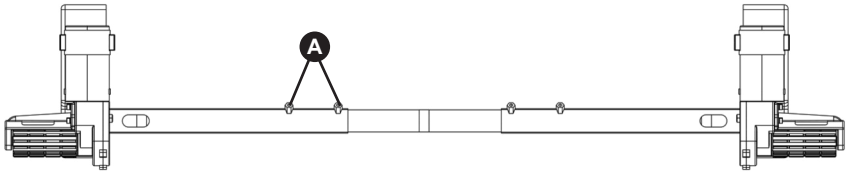
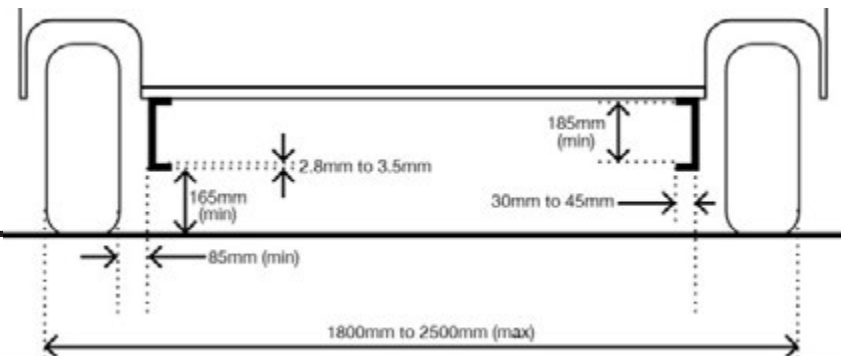
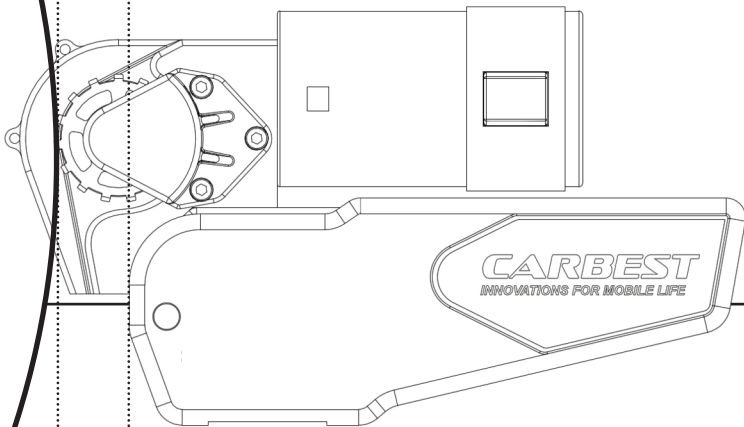

Fig.2
Fig.4
Fig.6
Pak alle onderdelen uit en controleer of alle onderdelen aanwezig zijn (zie Inhoud van de verpakking afb.A). In de installatie-instructies wordt verder verwezen naar de onderdeelnummers in Fig.A. Vóór en tijdens de installatie moet u ervoor zorgen dat de movers in de UITGESCHAKELDE positie blijven (zie Fig.4), omdat de eenheid anders niet correct zal passen.
Schuif het geheel over het chassis totdat de rollen (Fig.2.A) 20 mm van het oppervlak van elke band verwijderd zijn (zie Fig.4), terwijl de hoofdconstructie losjes op het chassis wordt gemonteerd. Twee 20mm afstandsstukken (30) zijn bijgeleverd om deze afstand in te stellen. Let erop dat de movers in de uitgeschakelde positie staan wanneer de 20 mm afstand is ingesteld. Zorg er bij het instellen van de afstand voor dat de rollen op beide movers zich zowel horizontaal als verticaal in het midden van de banden van het voertuig bevinden, om een optimaal wielcontact mogelijk te maken (zie Fig.6 voor referentie). Indien de breedte van de rollen groter is dan die van de band, zorg er dan voor dat het uiteinde van de rol op één lijn ligt met de buitenwand van de band. Overlapping op de binnenwand van de band is aanvaardbaar op dunnere banden en mag de werking of grip niet drastisch beïnvloeden.